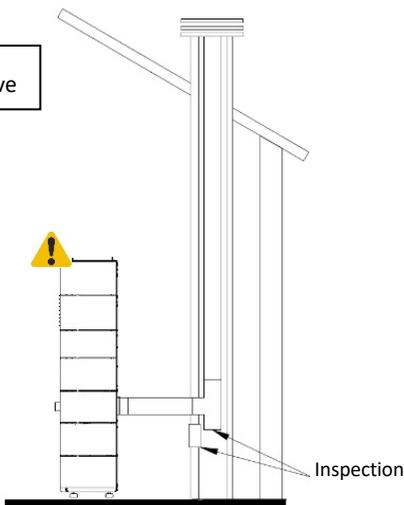

Figure 19 – Vue latérale de l'installation avec cheminée, avec exemple du point de contrôle
- Comme le montre la Figure 19, l'installation du poêle à granules amène le tuyau d'évacuation directement à la cheminée. Si la cheminée est trop grande, il est recommandé d'intuber la sortie de fumée avec un tube d'au moins 80 mm de diamètre intérieur. Prévoir un « T » au bas de la conduite pour les inspections périodiques et l'entretien annuel, comme le montre la figure ci-dessous.